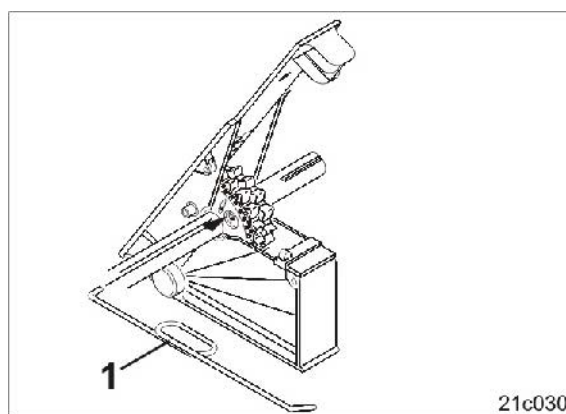

Fig. 121
1. Tryk stiften bag boringen i indtil anslag i normalsåhjulet med den medleverede nøgle (Fig. 121/1).